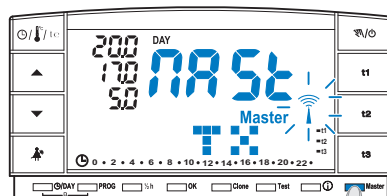

fig. 82 Premere per 4 secondi
- premere il **tasto Master per 4 secondi**, sul display apparirà la scritta “MASt” (esempio in fig. 82).